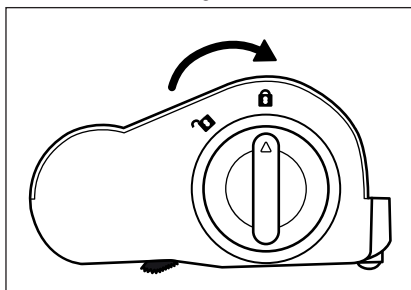

Fig. 29
- 5) Inserte el rodillo de cepillos **20** en el cepillo para suelos **21** y gire el desencastre del rodillo de cepillos **19** hacia el símbolo **🔒** (cerrar) (consulte la fig. 29).